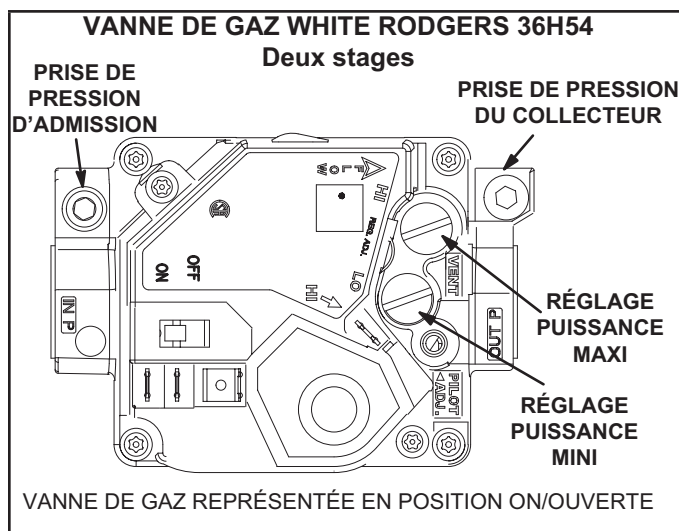
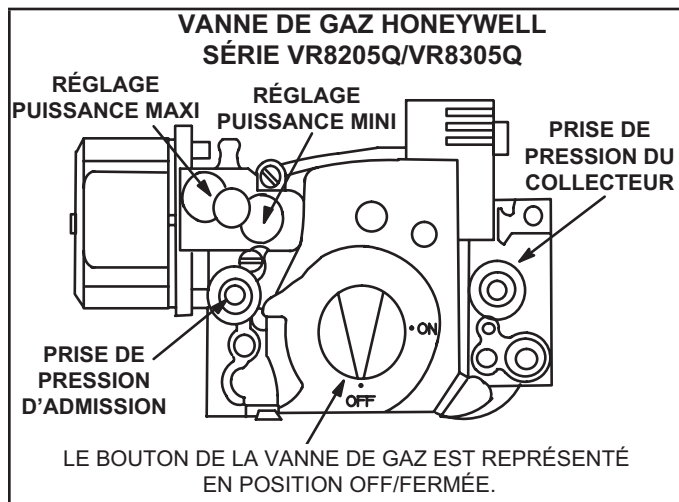

FIGURE 32
FIGURE 33
Fonctionnement de la vanne de gaz pour Honeywell VR8205Q/VR8305Q et White Rodgers 36H54 (FIGURE 32 et FIGURE 33).
- 5 - Mettre l'interrupteur de la vanne de gaz sur **OFF/FERMÉE**. Voir FIGURE 32. Sur les vannes de gaz Honeywell VR8305Q, tourner le bouton dans le sens des aiguilles d'une montre jusqu'en position **OFF/FERMÉE**. Ne pas forcer. Voir FIGURE 33.
- 6 - Attendre cinq (5) minutes pour s'assurer que tout le gaz a eu le temps de se dissiper. En cas d'odeur de gaz, **ARRÊTER!** Appeler immédiatement le fournisseur du gaz depuis chez un voisin et se conformer à ses instructions. S'il n'y a pas d'odeur de gaz, passer au point suivant.
- 7 - Mettre l'interrupteur de la vanne de gaz sur **ON/OUVERTE**. Voir FIGURE 32. Sur les vannes de gaz Honeywell VR8305Q, tourner le bouton dans le sens inverse des aiguilles d'une montre jusqu'en position **ON/OUVERTE**. Ne pas forcer. Voir FIGURE 33.